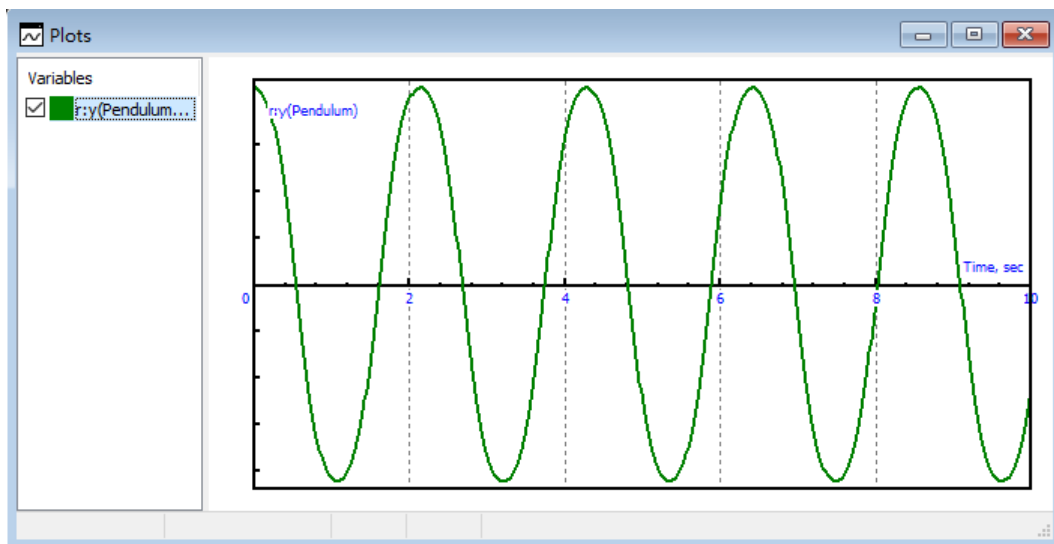

图 1.20 绘制变量时程曲线
- 在 **Object simulation inspector** 仿真控制界面点击 **Integration** 按钮开始仿真，可以看到绘图窗口中显示了变量 **r:y(Pendulum)** 的时程曲线，如图 1.20 所示。